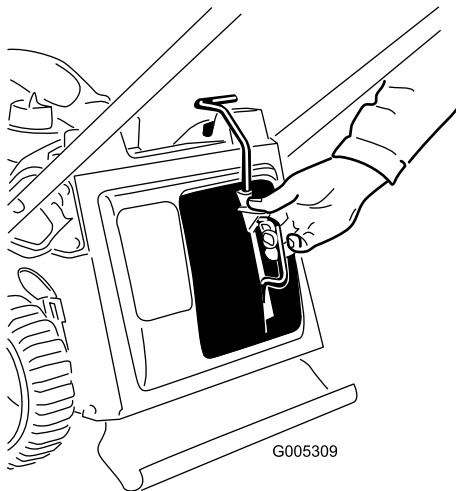

Bild 34
3. Setzen Sie den Recycler-Verschluss ein (Bild 34).